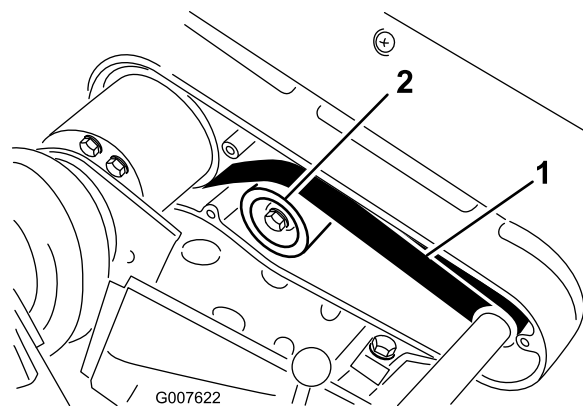

Figura 32
2. Compruebe la tensión presionando la correa en el punto intermedio entre las poleas (Figura 32) con una fuerza de 2,3 a 2,7 kg. La correa debe desviarse 6,4 mm.
- A. Afloje la tuerca de montaje de la polea tensora y pivote la polea tensora en el sentido de las agujas del reloj contra la parte trasera de la correa, hasta obtener la tensión deseada (Figura 32).